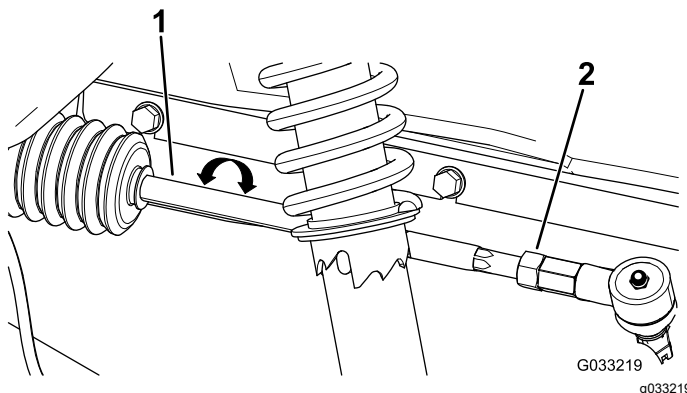

Figura 47
2. Dacă distanța nu se încadrează între 0 și 6 mm, slăbiți contrapiuliile de la capătul exterior al tiranilor (Figura 47).